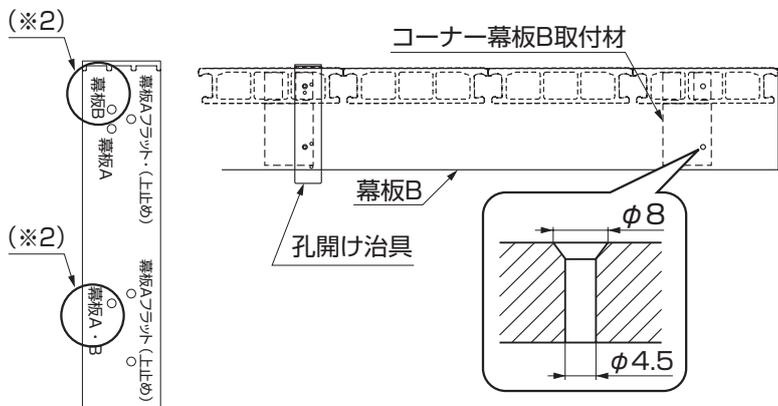

図15-32
- 孔開け治具の○印(※2)の孔を使ってください。(図15-32参照)